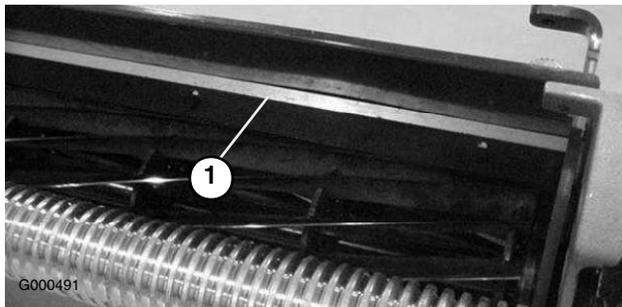

Bild 54
1. Lockern Sie die Schrauben, mit denen die obere Leiste am Mähwerk befestigt ist (Bild 54).